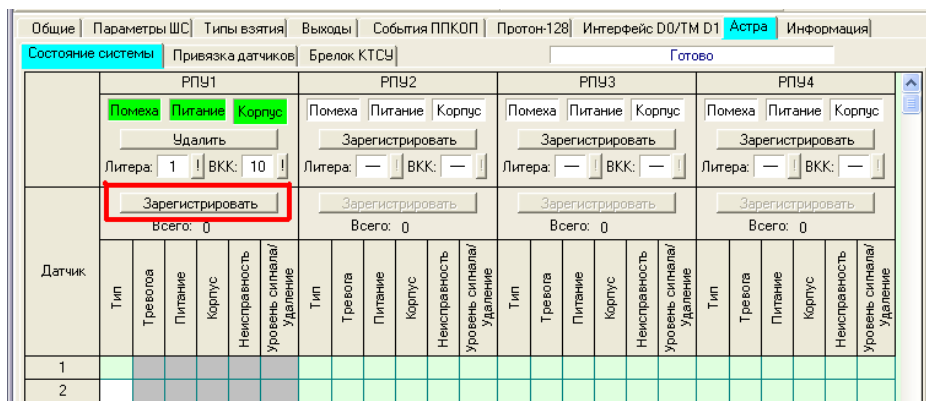

Рисунок 3.34
3) Зарегистрировать извещатели (датчики). С использованием программатора зайти на вкладку «Астра. Состояние системы» (рис. 3.34).